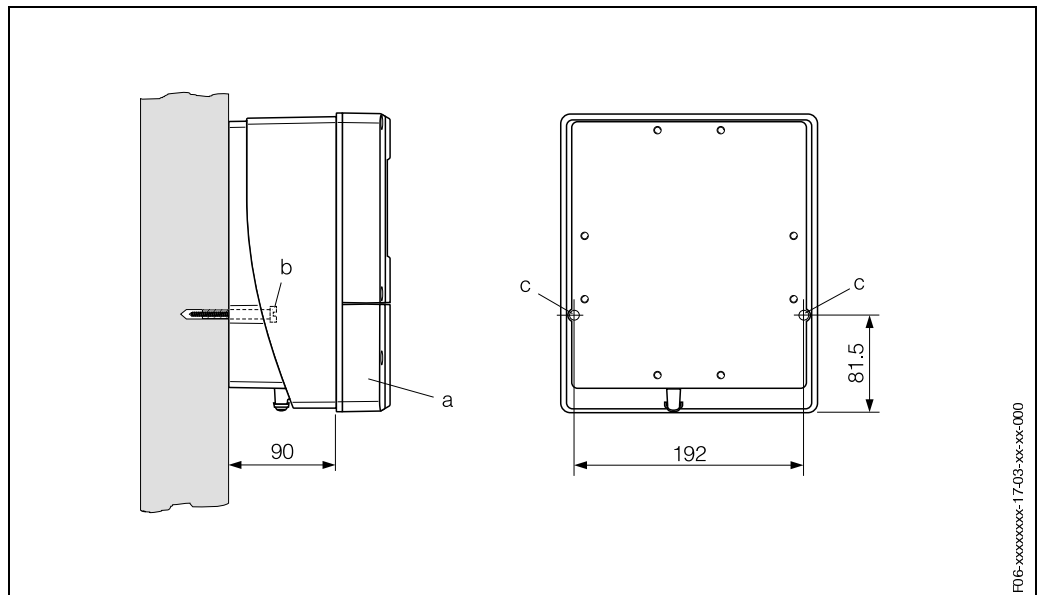

Fig. 25: Montaje directo en la pared
1. Perfore unos orificios tal como se ilustra en la Fig. 25